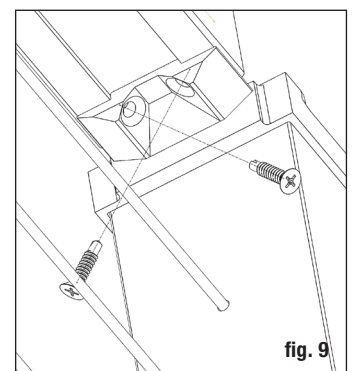

fig. 9
Paso 10 Coloque el riel entre los postes. Compruebe el nivel de extremo a extremo y verticalmente. Fije los soportes al poste en un extremo. Pretaladre el riel con una broca de 7/64 pulg. Repita para el otro extremo. *Consejo: Utilice una broca de extensión para evitar dañar el riel con el portabrocas. Instale todos los rieles antes de instalar el cable.* (fig. 9)